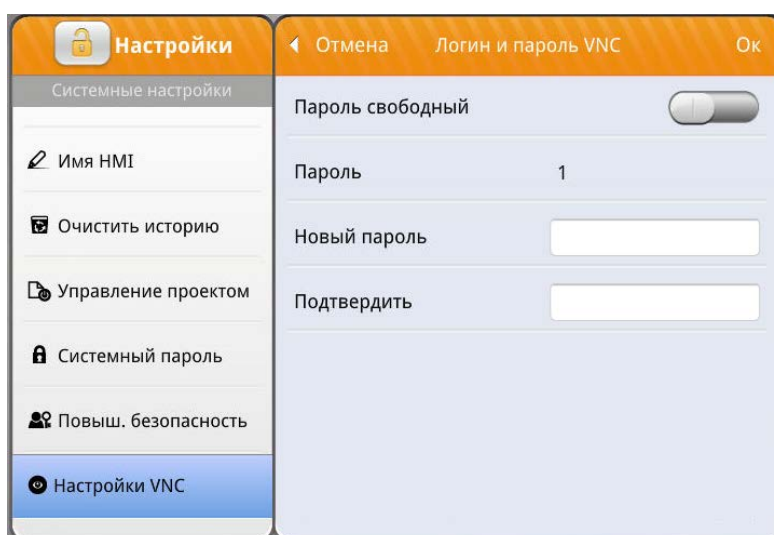

Рисунок 47 – Изменение логина и пароля VNC
- Изменить логин и пароль (рисунок 47).